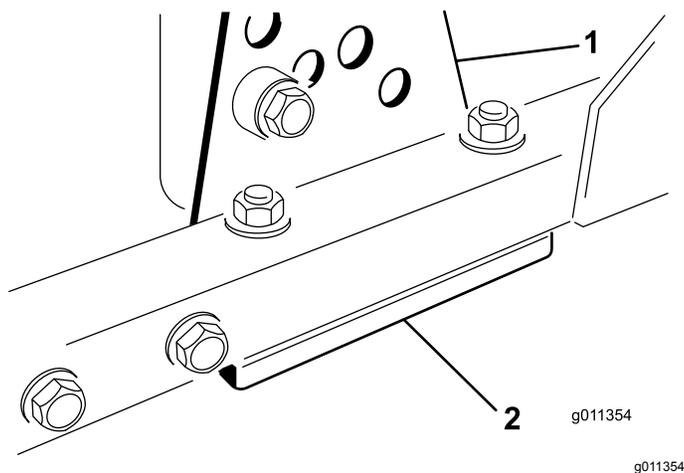

Figura 87
1. Retire o suporte da altura de corte, (frente, esquerda ou direita) da estrutura da plataforma (Figura 87).
2. Ajuste os calços de 1,5 mm e/ou de 0,7 mm entre a estrutura da plataforma e o suporte para obter a definição de altura pretendida (Figura 87).